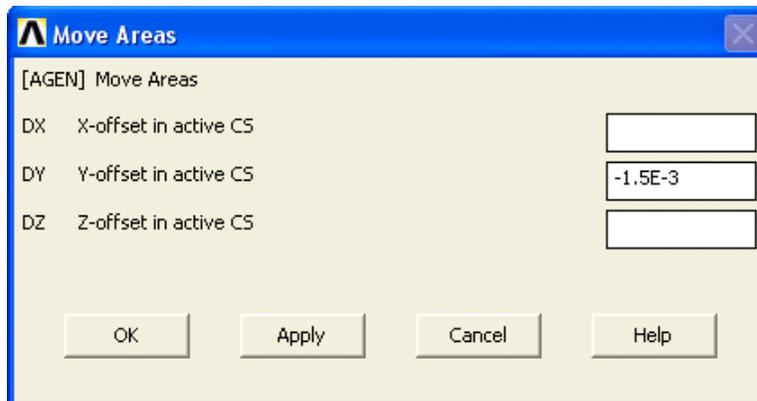

Рисунок 81. Вид окна *Move Areas* с заполненными полями ввода
- Появится новое окно *Move Areas* (Рисунок 81), в котором указываем величины смещений вдоль осей декартовой системы координат относительно текущего положения поверхности.